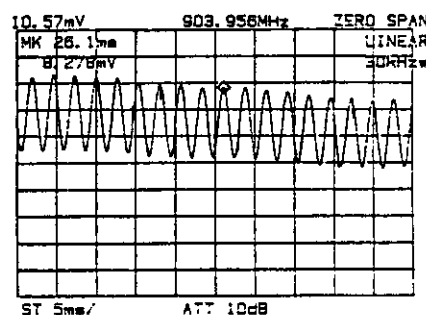

図 4-7 E_{max} の読み取り
手順⑭ マーカのレベル E_{max} を読みます (図 4-7)。